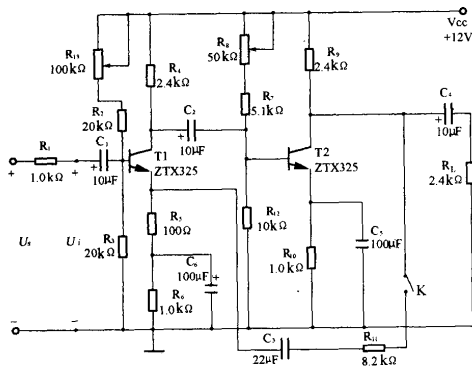

图 2
(2) 贴入 Microsoft Visio 2002 绘图区的 Multisim 图形被当成线图的组合, 故要进行“取消组合”的操作。接着, 在图形全部选中的条件下, 进行线条粗细及文字字体和大小的初步设置。
(3) 逐一“剪切”掉不符合图形标准的部分图形, 并从模板区中拖入相应的图形符号来替代或用绘图工具修改。
(4) 逐一修改文字标注, 并进行位置调整。
(5) 重新“组合”图形, 即完成了图形标准化处理工作, 如图 2 所示。
可以看出, 图 2 已基本符合 GB 4728 图形标准, 这种处理方式较全部在 Microsoft Visio 2002 中绘制图形要快捷得多。